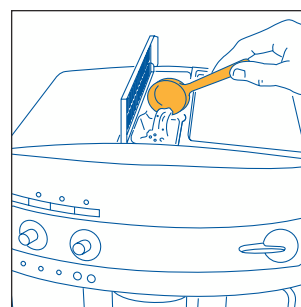

Abb. 19
2. Den Deckel in der Mitte anheben, und zur Zubereitung eines Espressokaffees, **einen gestrichenen Messlöffel** Kaffeepulver in den Einfüllschacht einfüllen (Abb. 19). Zur Zubereitung von zwei Espressokaffees, geben Sie hingegen **zwei gestrichene Messlöffel** Kaffeepulver in den Einfüllschacht und gehen dann wie in Kapitel 5 beschrieben vor.